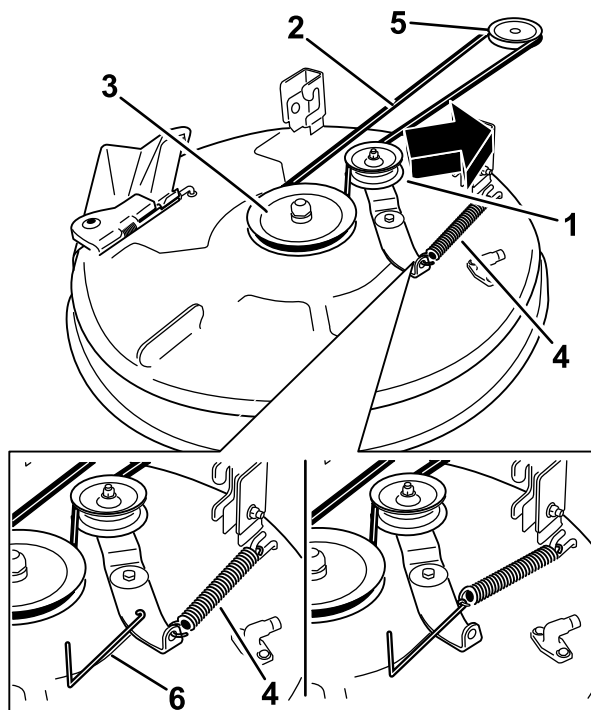
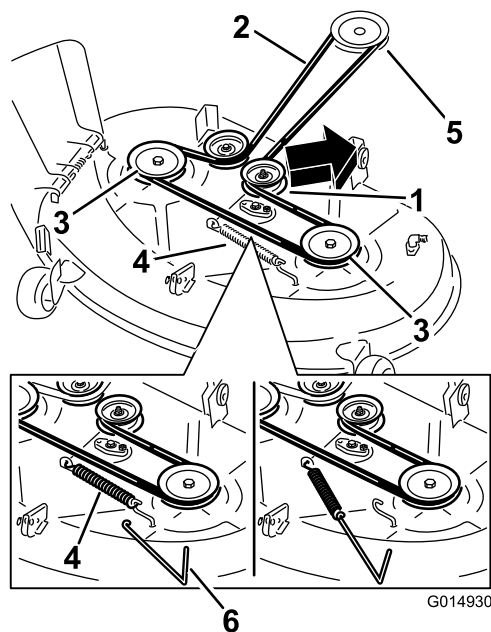

Figura 66
Figura 67
5. Usando una herramienta para la retirada de muelles (Pieza Toro N° 92-5771), retire el muelle tensor del gancho de la carcasa para eliminar la tensión de la polea tensora, y retire la correa de las poleas (Figura 66 y Figura 67).
6. Pase la correa nueva alrededor de las poleas del motor y del cortacésped (Figura 66 y Figura 67).
7. Usando una herramienta para la retirada de muelles (Pieza Toro N° 92-5771), instale el muelle tensor sobre el gancho de la carcasa y tense la polea tensora y la correa (Figura 66 y Figura 67).